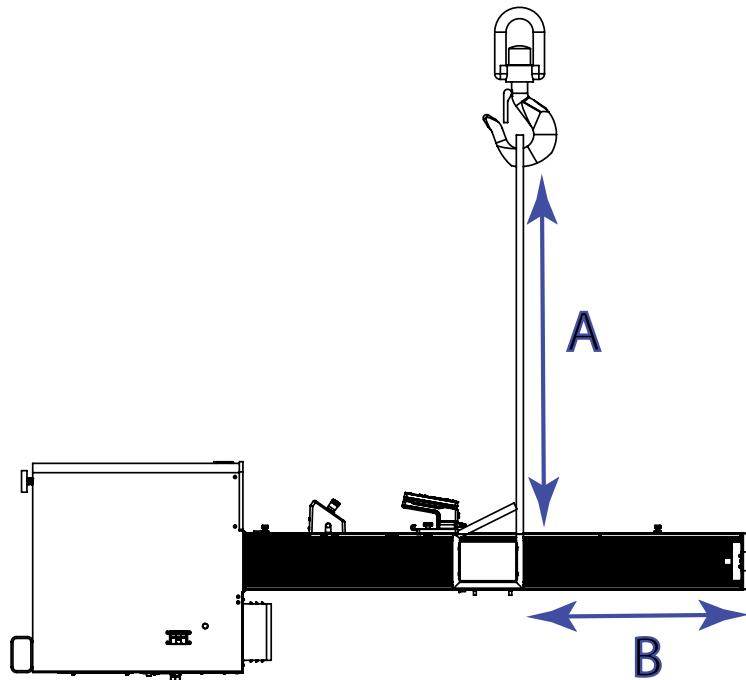

Figure 23. Fixation des élingues de levage
2. Attachez les deux élingues de levage à la traverse et fixez-les au crochet de la grue comme indiqué à la Figure 23 à la page 82. Si vous utilisez des chaînes au lieu d'élingues, enveloppez la traverse et la plaque supérieure d'un matériau protecteur pour les protéger des rayures et des éraflures.
La longueur de l'élingue (A dans Figure 23 à la page 82) doit être supérieure à la distance requise pour franchir la plaque supérieure (B dans Figure 23 à la page 82). Cela garantit que le crochet n'endommagera pas le bâti pendant le levage.